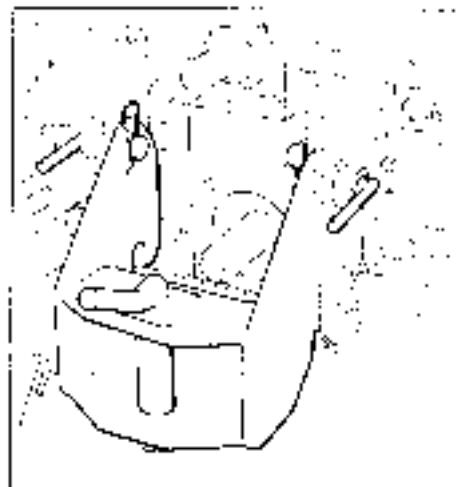

Fig. 12 Bild 12
- Per i rimorchi ad un solo asse, il motore è collegato al primo asse del rimorchio. Per un maggior controllo, il motore può anche essere collegato al secondo asse del rimorchio, come illustrato nella Fig. 12.